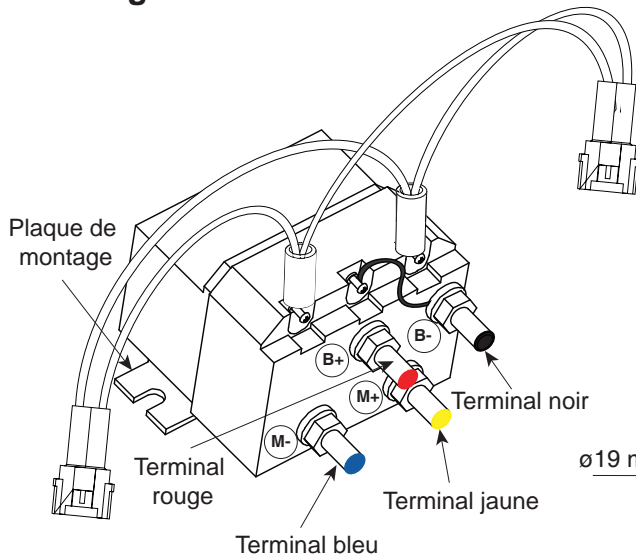

Figure: 3
6. Les couleurs des câbles doivent correspondre au codes de couleurs des terminaux de contact (M+, M-, B+, B-) tel que illustré dans la figure 3.